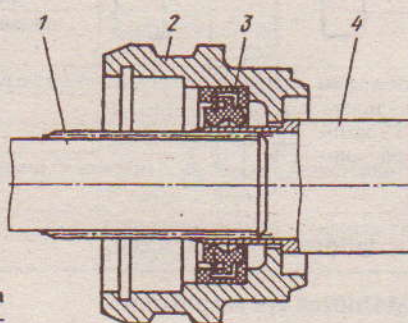

Рис. 6.8. Приспособление, предохраняющее манжету от повреждения: 1 - полуось; 2 - корпус; 3 - манжета; 4 - оправка
- ✓ во избежание повреждения манжеты при надевании корпуса в сборе с манжетой на шлицевой конец полуоси применить оправку, показанную на рис. 6.8;